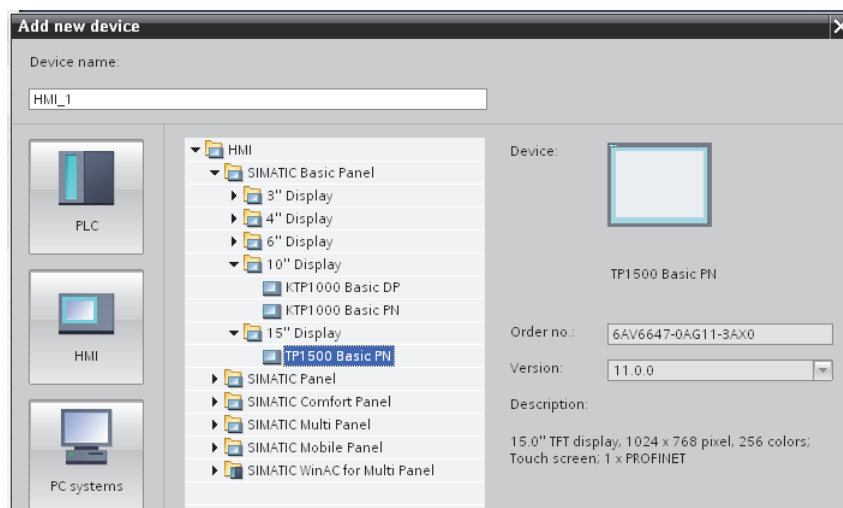

Рис. 1.27. Выбор типа панели
– выполните настройки в диалоговом окне «Add new device» (нажмите кнопку «HMI»; выберите панель «SIMATIC Basic HMI «15” Display»»; убедитесь, что функция «Start device wizard» активируется и подтвердить создание панели HMI с помощью нажатия «OK»). Откроется диалоговое окно «HMI Device Wizard» (рис. 1.27);